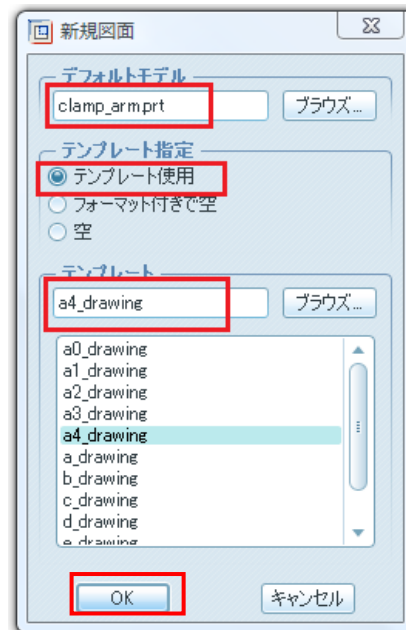

図 2 新規図面設定
3) 図面に A4 サイズの用紙を使用したいため、「新規図面」メニュー図 2 よりテンプレートとして「a4\_drawing」を選択する。また、デフォルトモデルをファイルから選択するために「ブラウズ」をクリックする。